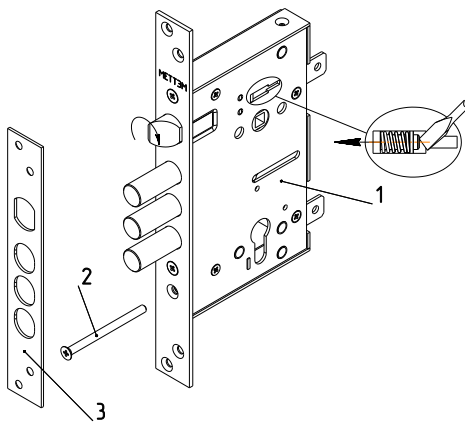

Рис.1
Комплектность замка приведена в таблице и показана на рис. 1.
4.2. Установить, при необходимости, защелку в соответствующее положение для правой или левой двери путем ее выдвижения из корпуса отверткой через паз в крышке замка и разворота на 180° вокруг своей оси (см. рис.1). **При перевоороте защелки лицевую планку снять, отвернув винты крепления.**